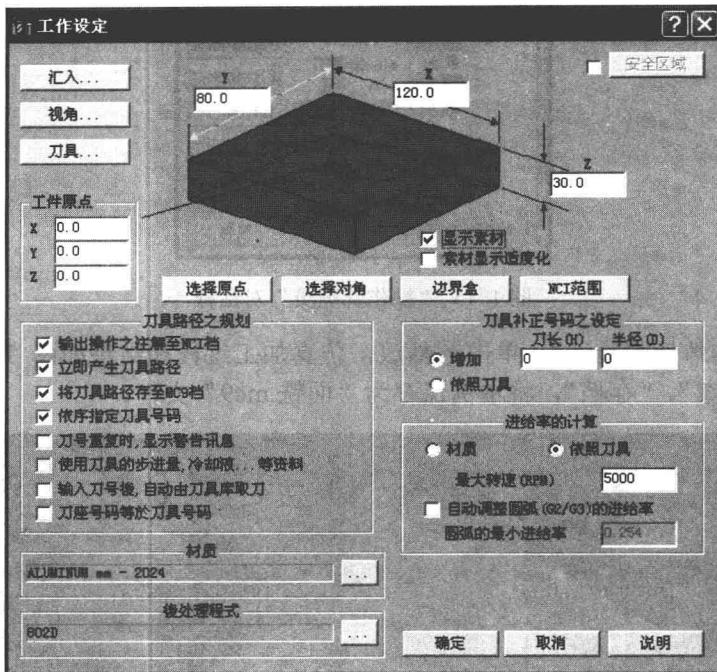

图 1-13 “工作设定”对话框
5) 单击“工作设定”, 进入“工作设定”对话框, 如图 1-13 所示。